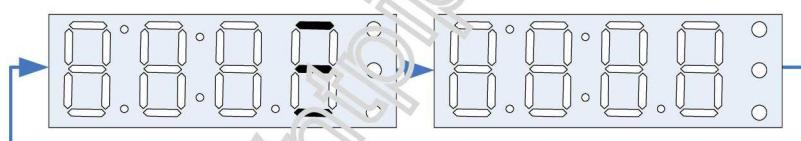

Рис. 13
2.3.7 Продолжительность режима «Самоконтроль» составляет не более 3 минут. В процессе прохождения режима «Самоконтроль» периодически зажигаются три сегмента младшего разряда индикатора, как показано на Рис. 13.